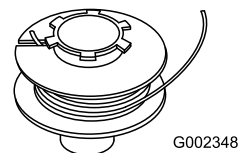

Bild 11
2. Haken Sie ein Ende des Schneidfadens **ganz** in den Schlitz an der Spule ein (Bild 11), so dass **höchstens 3 mm** herausragen.